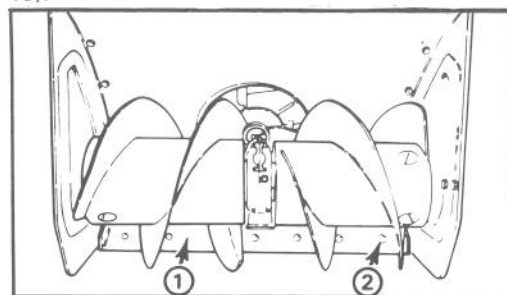

Figure 16
3. Desserrez ensuite les 6 boulons de carrosserie fixant la lame racleuse au logement (fig. 16).